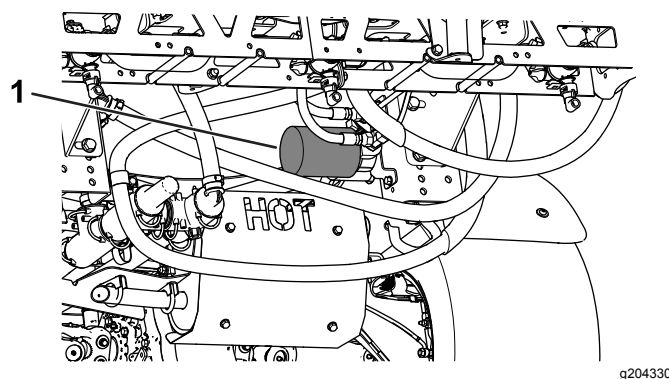

Figura 52
4. Retire o filtro (**Figura 52**).